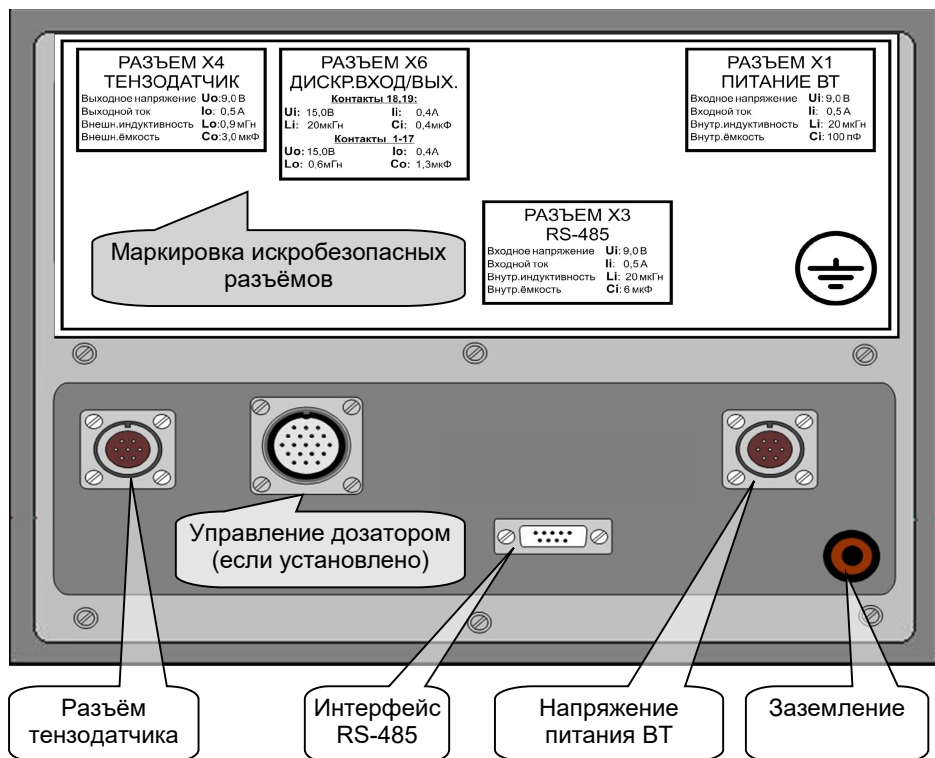

Рис. 8.2. Внешний вид ВТ Преобразователя сзади.
На Рис. 8.2 изображён внешний вид ВТ Преобразователя сзади.
9.10. Если предполагается использование дискретных входов/выходов Преобразователя для управления дозатором, подключите внешние устройства дозатора⁹ к соответствующему разъёму ТВИ-024ВТ (см. рис. Рис. 8.2, стр. 19).